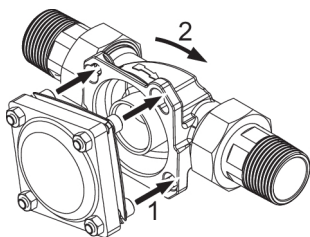
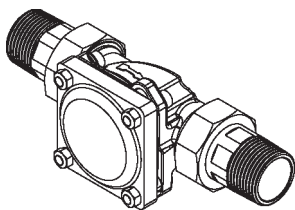

Abb. 13: Ansetzen und einrasten
Abb. 14: Anschluss eingerastet
1. Die Köpfe der vier Flanschschrauben des Wasserzählers durch die Bajonettbohrungen am Einbaudrehflansch stecken (siehe Abbildung 13).
2. Den Wasserzähler im Uhrzeigersinn bis zum Anschlag drehen (siehe Abbildung 13 und Abbildung 14).